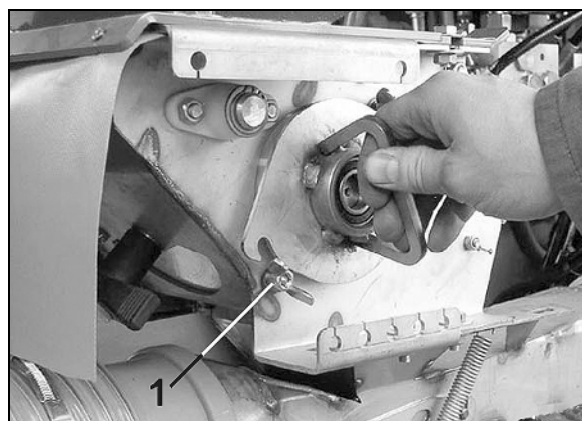

Bild 58
3. Lossa två vingmuttrar (Bild 58/1), skruva inte av dem.